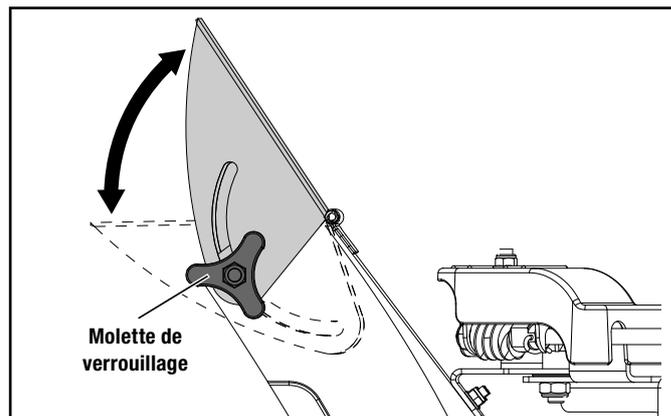

Figure 20
1. Desserrez la molette de verrouillage afin de régler le déflecteur de décharge de la neige à une hauteur appropriée. (figure 20)